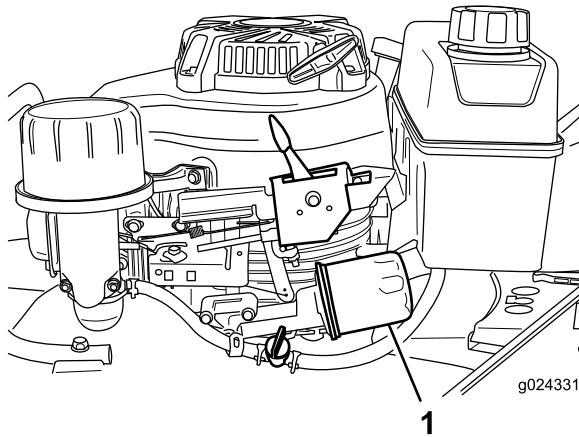

Figura 19
6. Coloque un trapo debajo del filtro de aceite (Figura 19) para recoger cualquier aceite que se salga al retirar el filtro.